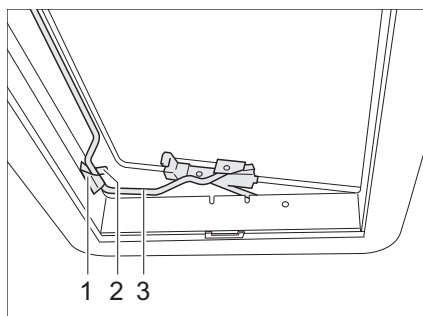

Fig. 51 Lanterneau Heki en position de ventilation 2
- Insérer l'étrier (Fig. 51,3) dans le support (Fig. 51,1).
- Placer le levier (Fig. 51,2) sur l'étrier.